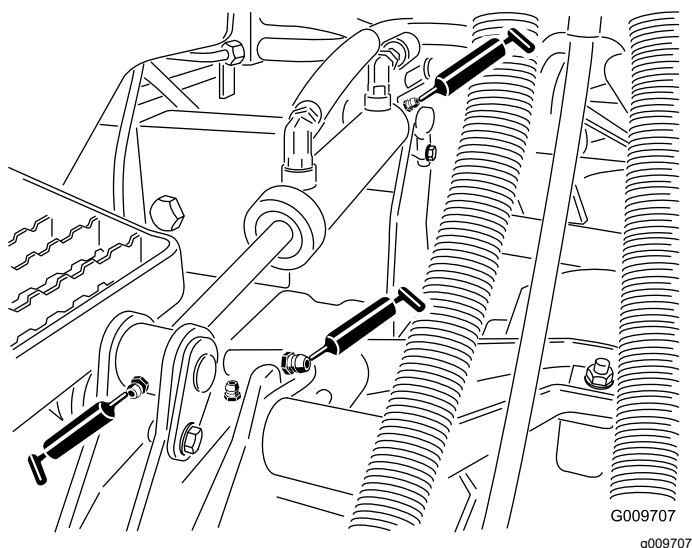

Figura 39
- Casquillos de brazo de elevación (1 por unidad de corte) tal y como se muestra en la Figura 39
- Casquillos de cilindro de elevación (2 por unidad de corte) tal y como se muestra en la Figura 39